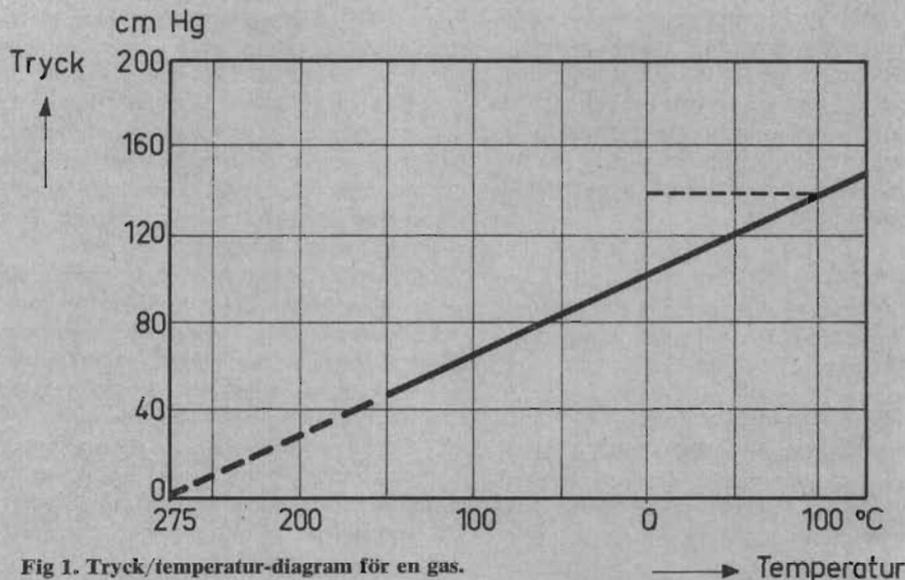

Fig 1. Tryck/temperatur-diagram för en gas.
*Fig 1* åskådliggör sambandet mellan tryck och temperatur.